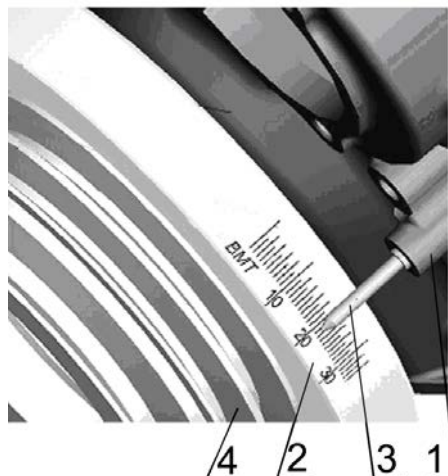

Рисунок 24. Установка угла опережения впрыска топлива.
- установите поршень первого цилиндра на такте сжатия за 30–40° до положения требуемого установочного угла опережения впрыска по шкале на корпусе демпфера крутильных колебаний (рисунок 24);
– определите положение градуированной шкалы на корпусе демпфера 2 относительно установочного штифта 3, закрепленного на крышке распределения 1 (рисунок 24).